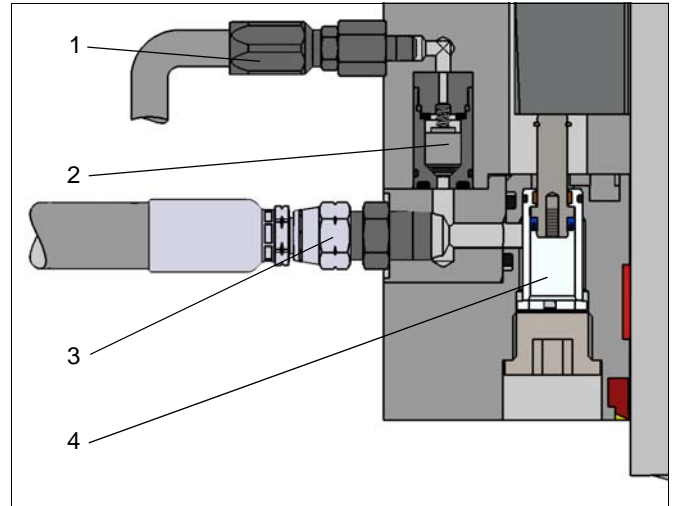

Abb. 4: Entlüftungsautomat integriert in Absturzsicherung Typ K/TA
Bei SITEMA - Absturzsicherungen mit ausreichender Gehäuswandstärke, die außerdem am Maschinengestell ortsfest (nicht mitfahrend) und vertikal montiert sind, kann der Entlüftungsautomat gemäß der Prinzipdarstellung in *Abb. 4* fest eingebaut werden.
Kundenseitig ist eine Abflussleitung vom Anschluss E (1) *Abb. 4* des Entlüftungsautomaten in den Tank zu führen, um austretendes Öl-Luft-Gemisch abzuleiten. Ergänzende Hinweise dazu sind in der mit der Absturzsicherung mitgelieferten Betriebsanleitung enthalten.
⚠ In jedem Fall ist eine Abflussleitung am Anschluss E (1) *Abb. 4* des Entlüftungsautomaten anzuschließen, um austretendes Öl-Luft-Gemisch in den Tank zu führen.